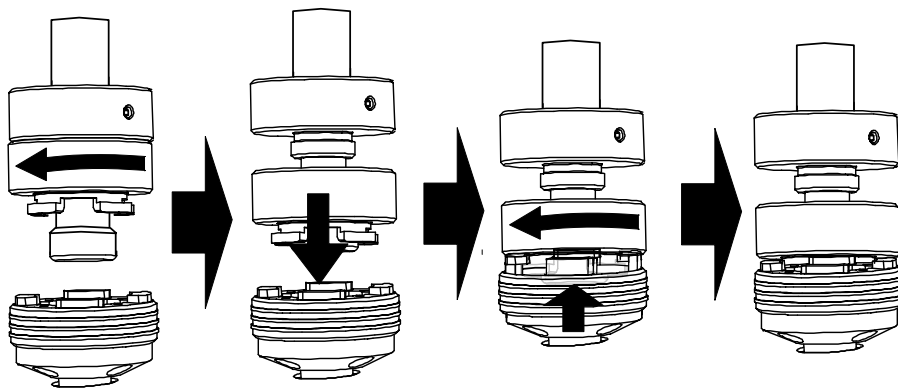

Abbildung 2-8
2. Drehen Sie die Montagesockel des zweiten Projektors gegen den Uhrzeigersinn, bis sie nach oben und unten bewegt werden können. (Abbildung 2-8)